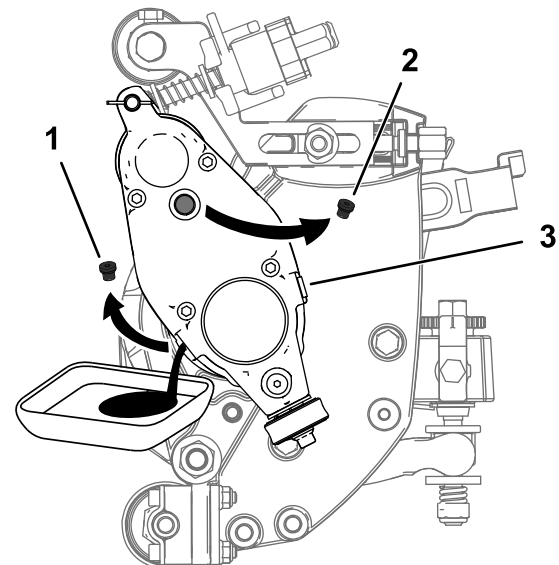

Figura 30
5. Incline la unidad de corte verticalmente, hasta que el orificio de vaciado se encuentre en la parte inferior para garantizar el vaciado completo (Figura 30).